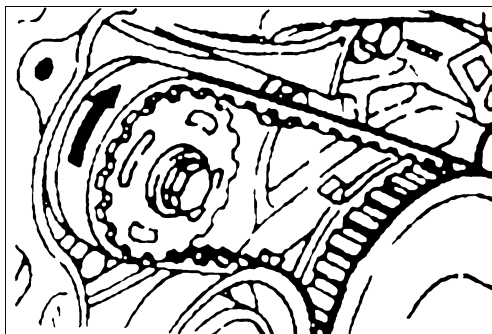

图 2-17 正时带旋转方向
(5) 正时带 B 的拆卸 如图 2-17 所示, 记下齿带旋转方向以期复装时无误。